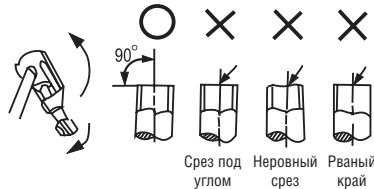

Рис. 6-4
- Обрежьте трубу труборезом (см. рис. 6-4)